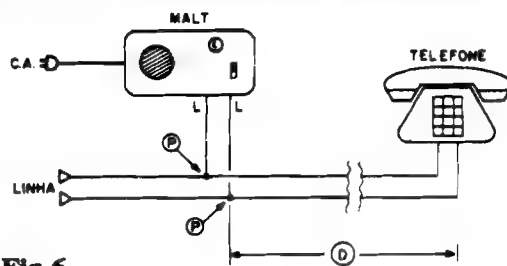

Fig. 6
- FIG. 6 - A INSTALAÇÃO DO MALT - É só ligar o circuito à linha telefônica, via pontos L-L (consubstanciados no par de conectores tipo "Sindal" - ver figuras...), sem nenhuma preocupação de polaridade, enfiar o plugue do "rabicho" numa tomada C.A. próxima, ligar a chave geral (L-D) e ajustar o VOLUME! Um teste efetivo, obviamente, apenas poderá ser feito com a linha telefônica "em uso", para se determinar VOLUME, essas coisas (eventualmente configurando a necessidade de modificações no valor do resistor marcado com asterisco no esquema - fig. 1...). Um ponto importante (que já foi insinuado...) é que o MALT não precisa (normalmente *nem deve*...) ficar próximo ao aparelho telefônico conectado à linha monitorada! Na verdade, a distância "D" pode